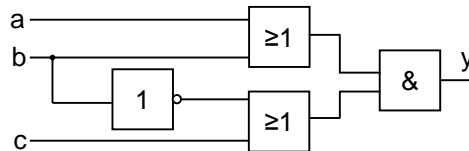

Abbildung 1: Schaltnetz mit statischem Hazard
1. Die Schaltung in Abbildung 1 weist einen statischen 0-Hazard auf. Ändern Sie die Schaltung, so dass sie hazard-frei ist. (4P)